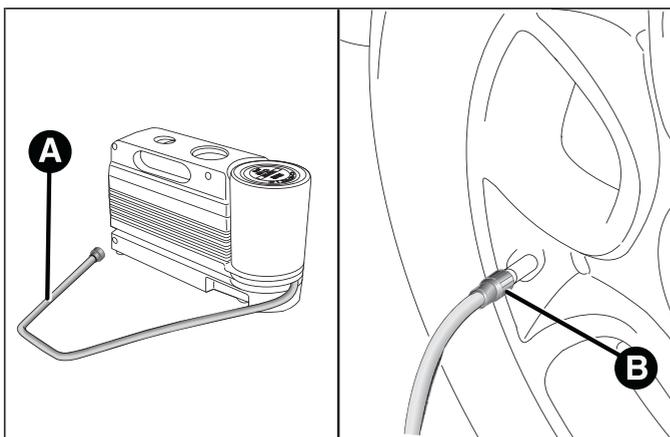

fig. 120
- ❑ **Serrer le frein à main.** Dévisser le capuchon de la valve du pneu, enlever le tube flexible de remplissage A fig. 120 et visser la bague B sur la valve du pneu ;